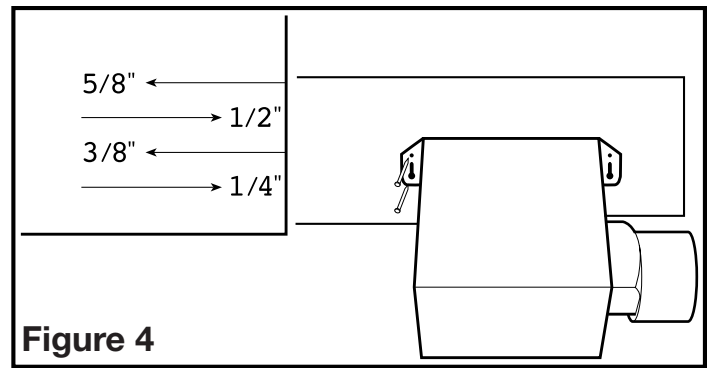
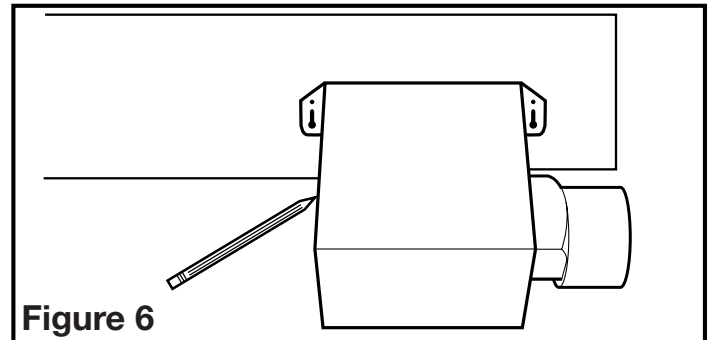

Figure 4
Figure 6
2. **Installation des Onglets de Montage :** à l'aide des guides sur le châssis du ventilateur, aligner le châssis pour qu'il soit à effleurement avec le plafond fini. Positionner le ventilateur pour que les onglets reposent à plat contre la solive et fixer en place à l'aide de quatre (4) clous (non-compris) pour assurer une bonne installation (**Figure 4**).
2. **Installation des Onglets de montage :** positionner le châssis contre la solive et tracer un contour du châssis sur le matériau du plafond (**Figure 6**). Mettre le châssis de côté et découper l'ouverture, en prenant soin de ne pas couper de câble électrique dissimulé ou autre utilité. Placer le châssis près de la solive et vous assurer qu'il soit à effleurement avec le plafond fini. Fixer avec quatre (4) clous (non-compris) pour assurer une installation adéquate (**Figure 4**).